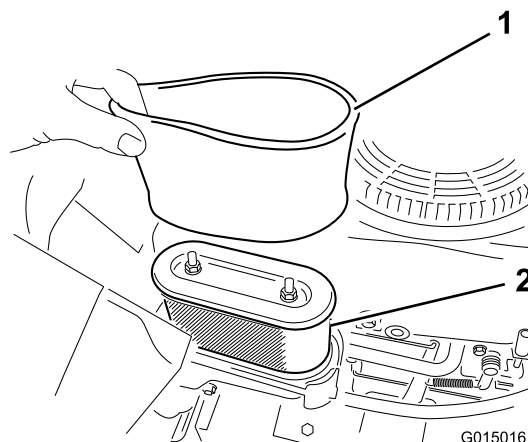

Figure 29
5. Sortez les éléments en papier et en mousse du boîtier du filtre à air avec précaution (Figure 29).
1. Montez l'élément en mousse sur l'élément en papier (Figure 29).